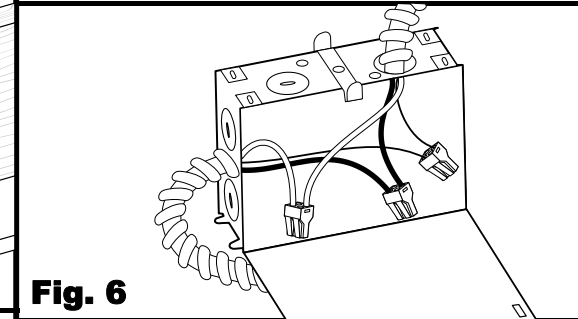

Fig. 6
5. Retirez une entrée défonçable pour amener les fils d'alimentation dans la boîte à fils. Connectez le fil d'alimentation noir au fil noir du cadre à l'aide d'un serre-fils. Connectez le fil d'alimentation blanc au fil de cadre blanc à l'aide d'un écrou de fil. Connectez le fil d'alimentation au sol au fil de mise à la terre du cadre à l'aide d'un écrou de fil. [Fig. 6]